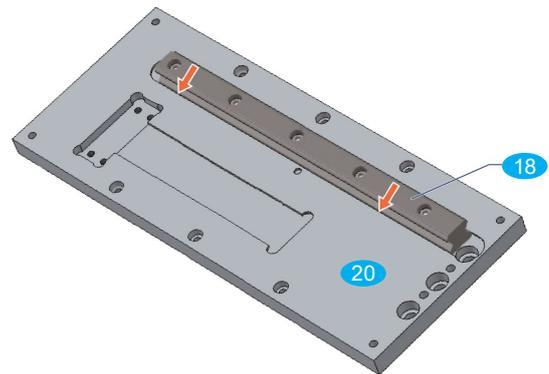

Bild 36: Montage Linearschiene Z-Achse
- Linearschiene Z **18** auf der Platte Z **20** ausrichten und mit Zylinderschrauben **C5** verschrauben; dabei muss die Unterkante der Linearschiene auf ganzer Länge an der gefrästen Anschlagkante der Platte Z anliegen (rote Pfeile in Bild 36). Anzugmoment: 6 Nm